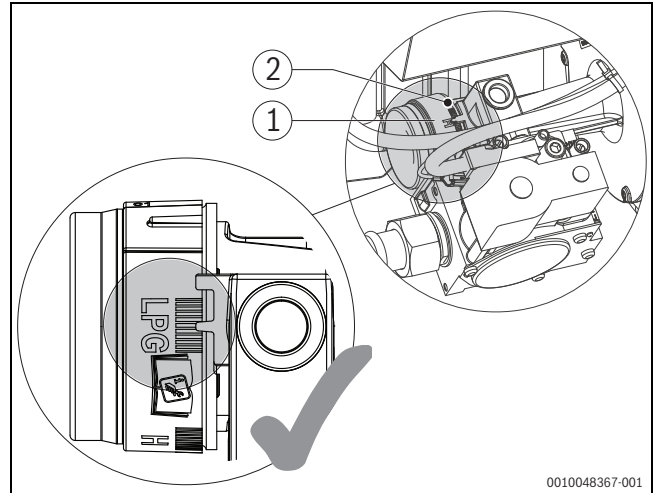

Bild 13 Voreinstellung der Einstelldüse ändern
- Einstelldüse auf den mittleren Skalenstrich des Flüssiggas-Einstellbereichs einstellen (→Bild 13). Dabei wird die werkseitige Versiegelung aufgebrochen.